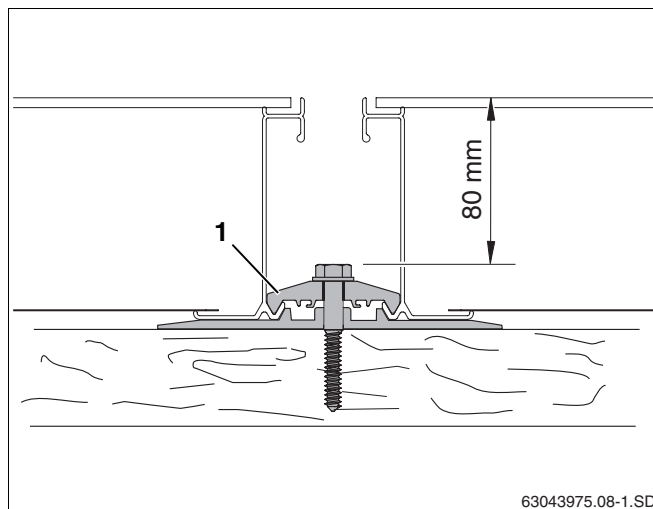

Рис. 28 Затягивание двухстороннего прижима
- Затянуть винт двухстороннего прижима (рис. 28, **поз. 1**). Для этого используйте ключ SW 10 длиной минимум 80 мм.